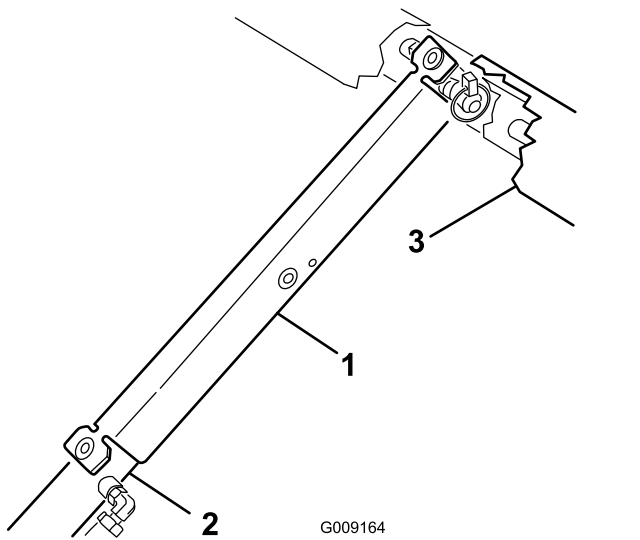

Bild 79
8. Schieben Sie die Ladepritschenstütze auf die Zylinderstange. Achten Sie darauf, dass die Nasen der Stützenenden auf dem Ende der Zylindertrommel und auf dem Ende der Zylinderstange aufliegen (Bild 79).